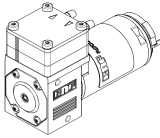

Fig. 12: optimale Einbaulage /
- Einbaulage → Die Einbaulage der Pumpe kann prinzipiell frei gewählt werden. Für maximale Genauigkeit und schnelle Entlüftung die bevorzugte Einbaulage beachten (Fig.12).